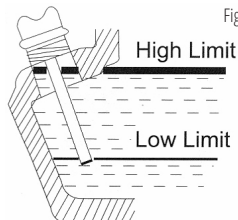

Fig. 10
1. Certifique-se de que o gerador está colocado numa superfície plana e nivelada (Fig. 10).